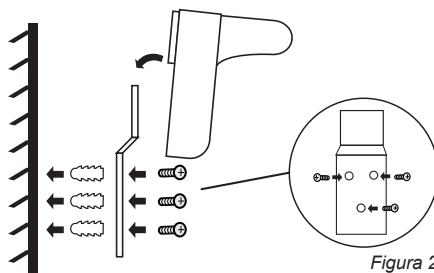

Figura 2
1. Inserire la parte posteriore della griglia di protezione del ventilatore (B) sull' del vano motore, avendo cura di posizionare esattamente i fori in corrispondenza dei perni del vano motore e la maniglia in alto.
5. Nella modanatura sono presenti cinque morsetti (A). Inserire accuratamente la morsetto superiore della modanatura attorno al perimetro esterno della griglia di protezione in modo tale da potere serrare assieme gli parti della modanatura mediante il dado e la vite in dotazione (C). Serrare la vite servendosi di un cacciavite per viti con intaglio a croce.
8. Selezionare una posizione appropriata e fissare il montaggio staffa (11) su una parete forte (o individuare uno stallone dietro pannelli di cartongesso) con tre tasselli (13) e viti (12) in dotazione. (vedi figura 2)